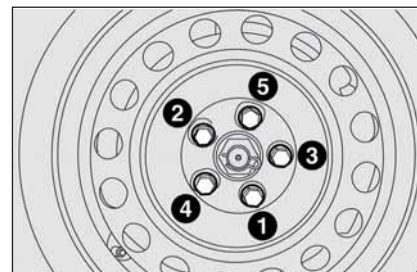

fig. 9
- mediante l'utilizzo della chiave in dotazione, serrare a fondo i bulloni, passando alternativamente da un bullone a quello diametralmente opposto, secondo l'ordine numerico illustrato in **fig. 9**.